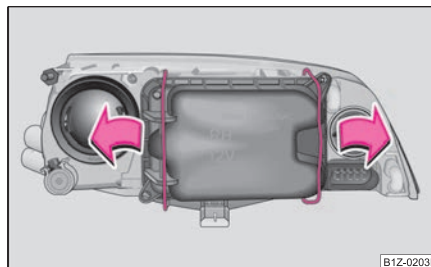

Fig. 228 Demontarea capacului luminii de poziție și de întâlnire
- Apăsăți mânerul de sârmă în sensul săgeții, într-o parte și demontați capacul ⇒ fig. 228.